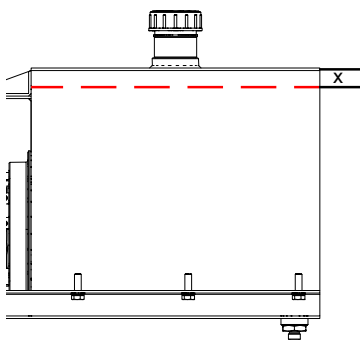

Abb. 143
5. Tankinhalt überprüfen. Das Ölniveau muss ca. 2,5cm (Abb.143/x) unter der Tankhöhe liegen. Gegebenenfalls Hydrauliköl nachfüllen und den Hydrauliköl-tank wieder mit dem Deckel verschließen.